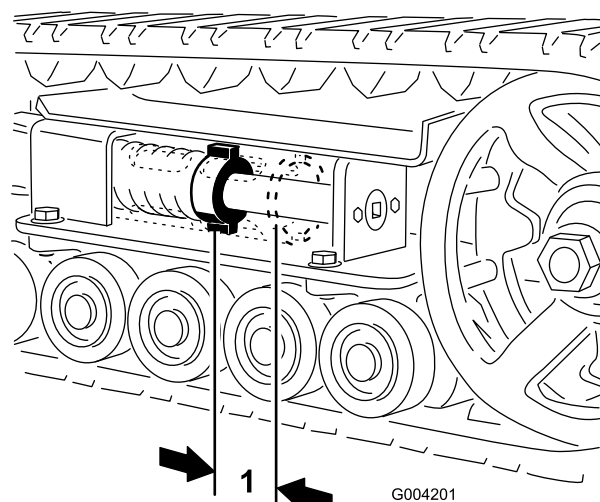
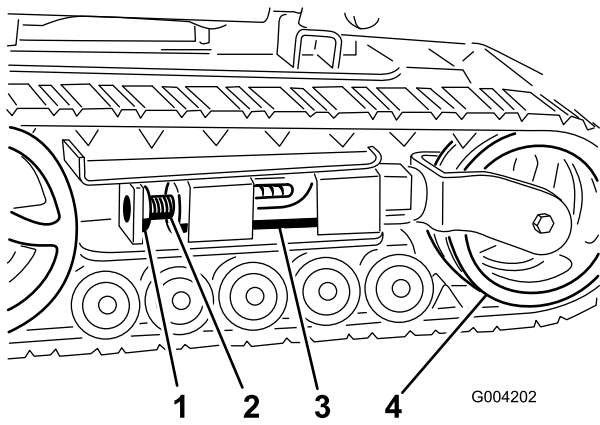
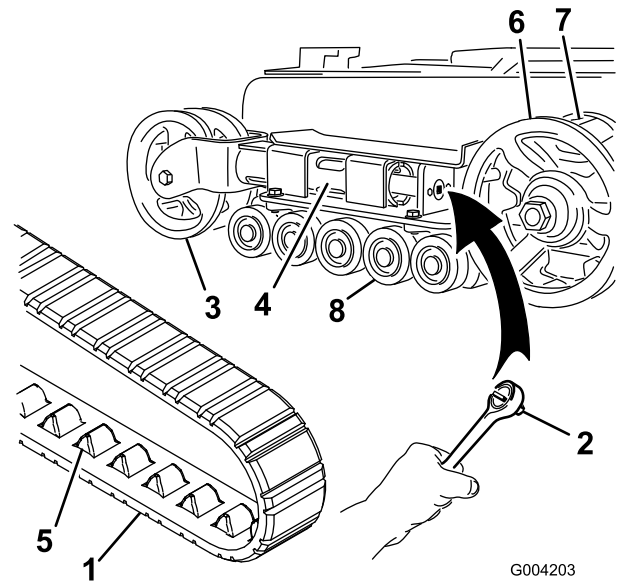
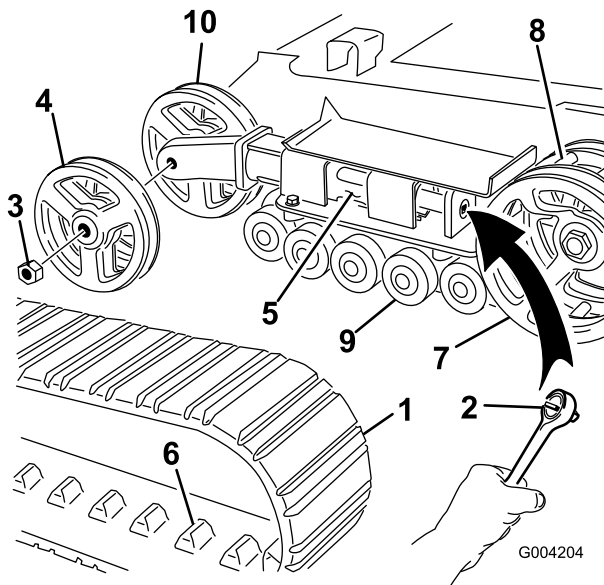

Figure 43
Figure 44
Figure 45
Figure 46
L'écrou de tension et l'arrière du tube de tension doivent être distants de 7 cm (Figure 43). Si ce n'est pas le cas, réglez la tension des chenilles comme suit :
3. Enlevez le boulon et l'écrou de blocage (Figure 44).
4. À l'aide d'un entraînement carré de 13 mm (1/2") (Figure 45), tournez la vis de tension dans le sens antihoraire jusqu'à obtention d'un espacement de 7 cm entre l'écrou de tension et l'arrière du tube de tension (Figure 43).
5. Alignez l'encoche la plus proche dans la vis de tension avec le trou du boulon de blocage et fixez la vis avec le boulon et l'écrou de blocage (Figure 44).
4. À l'aide d'un entraînement carré de 13 mm (1/2"), tournez la vis de tension dans le sens horaire pour détendre la transmission (Figure 44 et Figure 45).
5. Poussez la roue de tension vers l'arrière de la machine pour appuyer le tube de fourche contre le châssis (Figure 45). (S'il ne touche pas le châssis, continuez de tourner la vis de tension jusqu'à ce qu'il le touche).
7. Lorsque la chenille est déchaussée, retirez-la du barbotin et des galets de roulement (Figure 45).
8. Pour installer la chenille neuve, commencez par l'enrouler autour du barbotin, en veillant à ce que les crampons s'engagent correctement entre les entretoises du barbotin (Figure 45).
9. Poussez la chenille sous et entre les galets de roulement (Figure 45).
11. Tournez la vis de tension dans le sens antihoraire, de manière à obtenir un écartement de 7 cm entre l'écrou de tension et l'arrière du tube de fourche (Figure 43).
4. À l'aide d'un entraînement carré de 13 mm (1/2"), tournez la vis de tension dans le sens horaire pour détendre la transmission (Figure 44 et Figure 46).
5. Poussez la roue de tension vers l'arrière de la machine pour appuyer le tube de tension contre le châssis (Figure 46). (S'il ne touche pas le châssis, continuez de tourner la vis de tension jusqu'à ce qu'il le touche).
6. Retirez l'écrou de fixation de la roue de tension extérieure et déposez la roue (Figure 46).
7. Déposez la chenille (Figure 46).
8. Retirez l'écrou de fixation de la roue de tension intérieure et déposez la roue (Figure 46).
12. Posez la roue de tension intérieure et fixez-la avec l'écrou retiré précédemment (Figure 46).
14. Posez la chenille neuve en prenant soin que les crampons s'engagent entre les entretoises au centre du barbotin (Figure 46).
15. Posez la roue de tension extérieure et fixez-la avec l'écrou retiré précédemment (Figure 46).
17. Tournez la vis de tension dans le sens anti-horaire, de manière à obtenir un écartement de 7 cm entre l'écrou de tension et l'arrière du tube de tension (Figure 43).